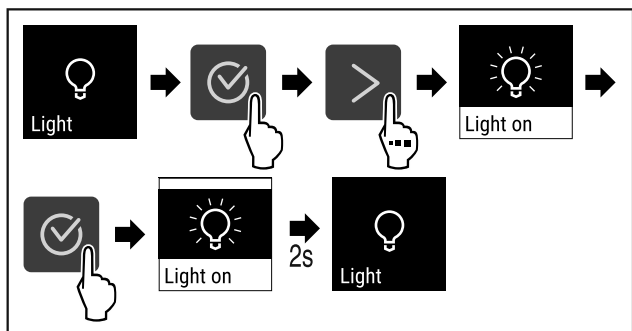

Fig. 69
- ▶ Végezze el a gyakorlati lépéseket (lásd Fig. 69).